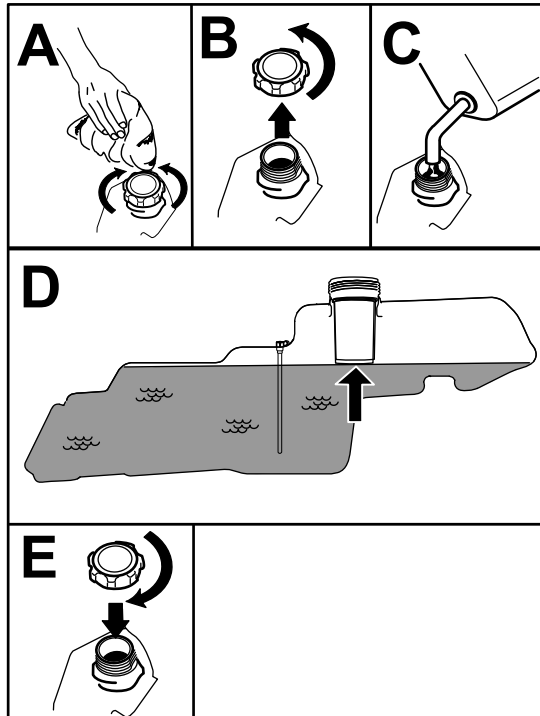

Figura 8
5. Umplei rezervorul de combustibil până la partea inferioară a buonului (Figura 8). Nu umplei în totalitate rezervorul de combustibil